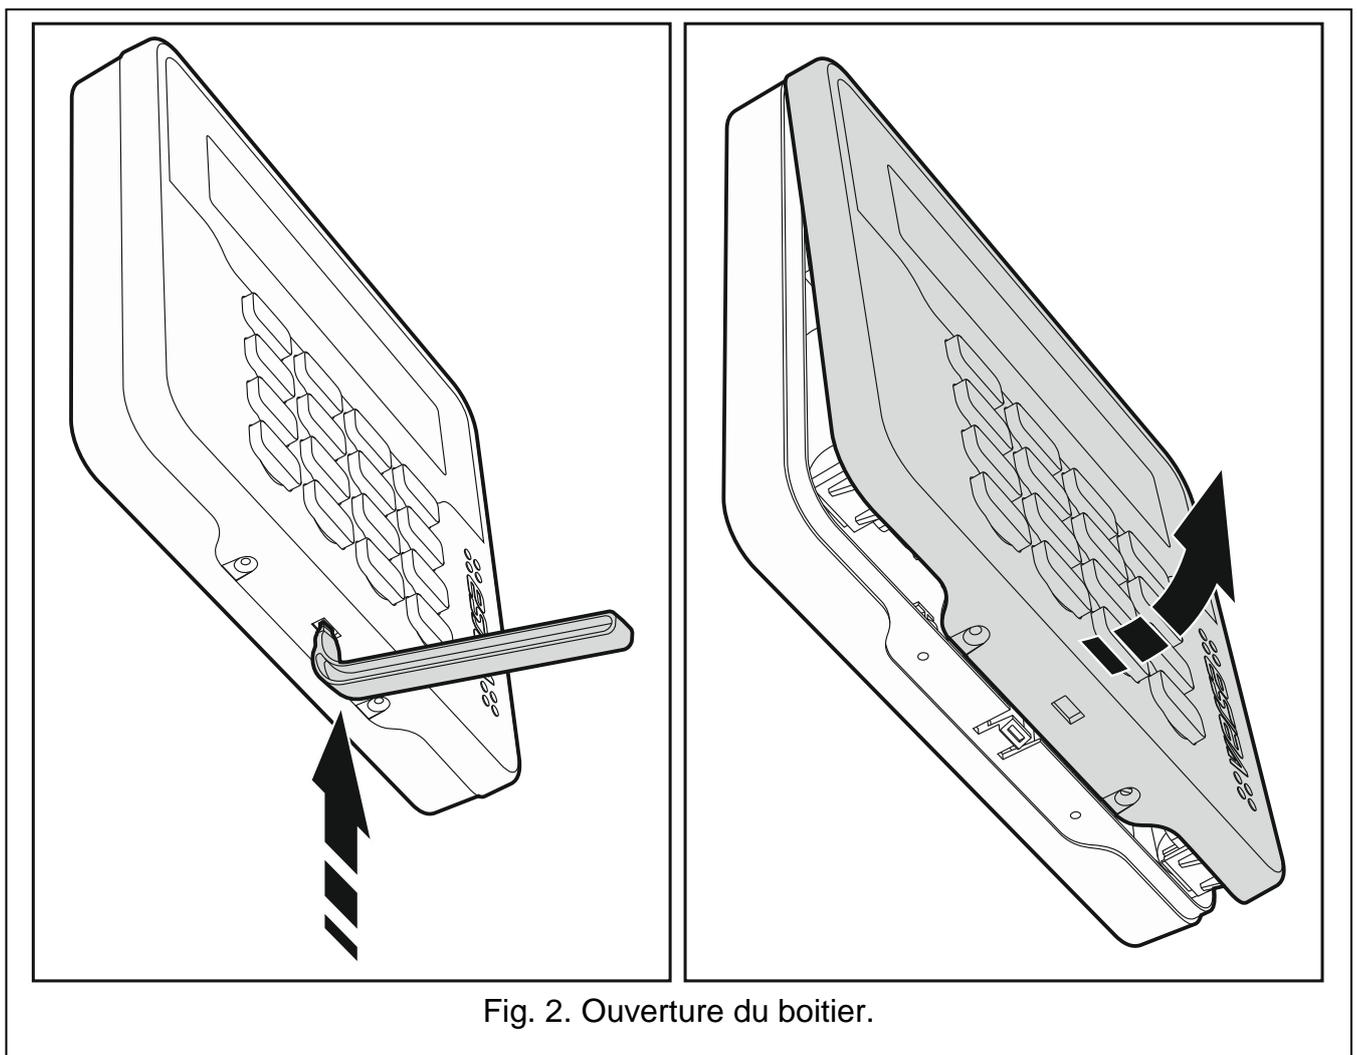

Fig. 2. Ouverture du boîtier.
1. Ouvrez le boîtier (fig. 2). L'outil d'ouverture du boîtier présenté sur la figure est fourni avec le clavier.
6. Ouvrez le boîtier du clavier (fig. 2).